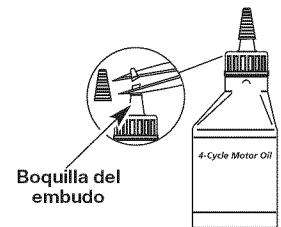

Fig. 6
Su unidad trae una botella de aceite SAE 30 SF, SG, SH de 90 ml (3,04 onzas fluidas) (Fig. 6).
- Desenrosque la tapa de la botella de aceite y retire el sello de papel que cubre la apertura. Vuelva a colocar la tapa. Corte la punta de la boquilla del embudo (Fig. 6).